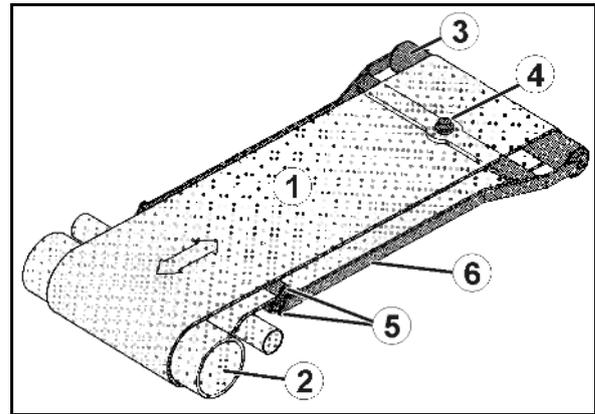

Fig. 72
1. In Fahrtrichtung gesehen (siehe Pfeil) beidseitig hintere Kontermuttern (Fig. 72/1), durch Linksdrehen lösen.
2. In Fahrtrichtung gesehen (siehe Pfeil) beidseitig Muttern (Fig. 72/2) gleichmäßig nach links drehen.
Der Verstellweg der Mutter (Fig. 72/2) muss auf beiden Seiten des Bandbodens gleich groß sein. Beide Muttern (Fig. 72/2) nicht mehr als  $\frac{1}{2}$  Schlüsselumdrehung verdrehen. Kontermuttern festziehen und prüfen, ob das Förderband wieder gleichmäßig angetrieben wird.